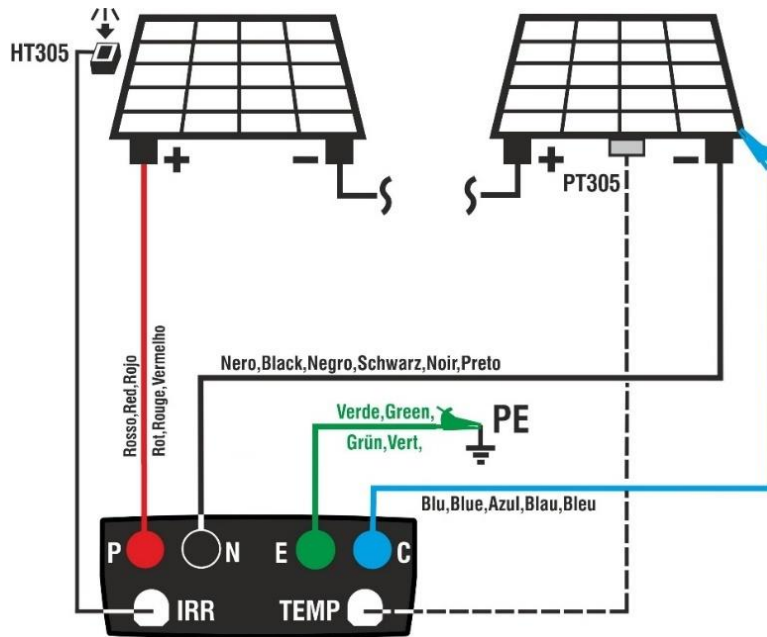

Fig. 12: Conexión para la prueba IVCK sin unidad remota y medida de irradiación directo
7. Conecte el instrumento al módulo/string en prueba y, si es necesario, al nodo principal de tierra del sistema y a las masas metálicas conectadas a tierra, como se muestra en la Fig. 12. En particular, conecte la salida del polo negativo del módulo/string al terminal N, la salida del polo positivo del módulo/string al terminal P, la célula de referencia HT305 **sobre la parte frontal del módulo** y la sonda de temperatura PT305, si está presente, en la parte posterior del módulo